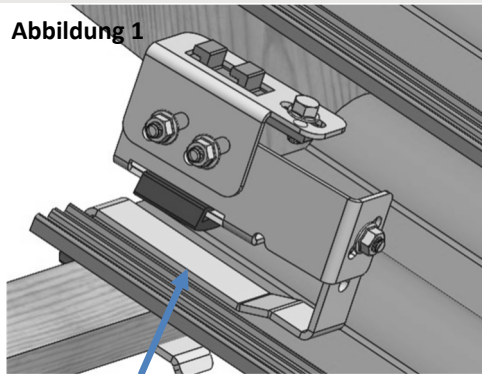

Abbildung 1
- Bei Tonziegel ist eine saubere Einpassung am Kopffalz unbedingt notwendig. Einhängung muss unter Spannung stehen (Abbildung 1)